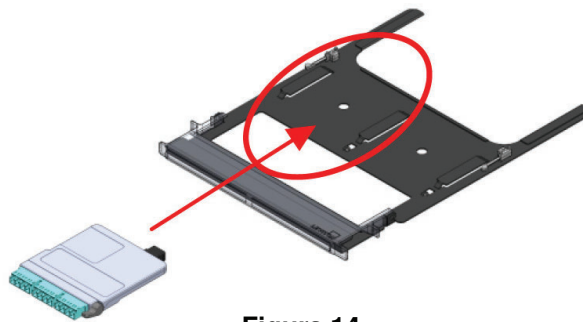

Figura 14
- 5.4.3 Inserte la cinta o placa adaptadora tal como se muestra en la Figura 14.